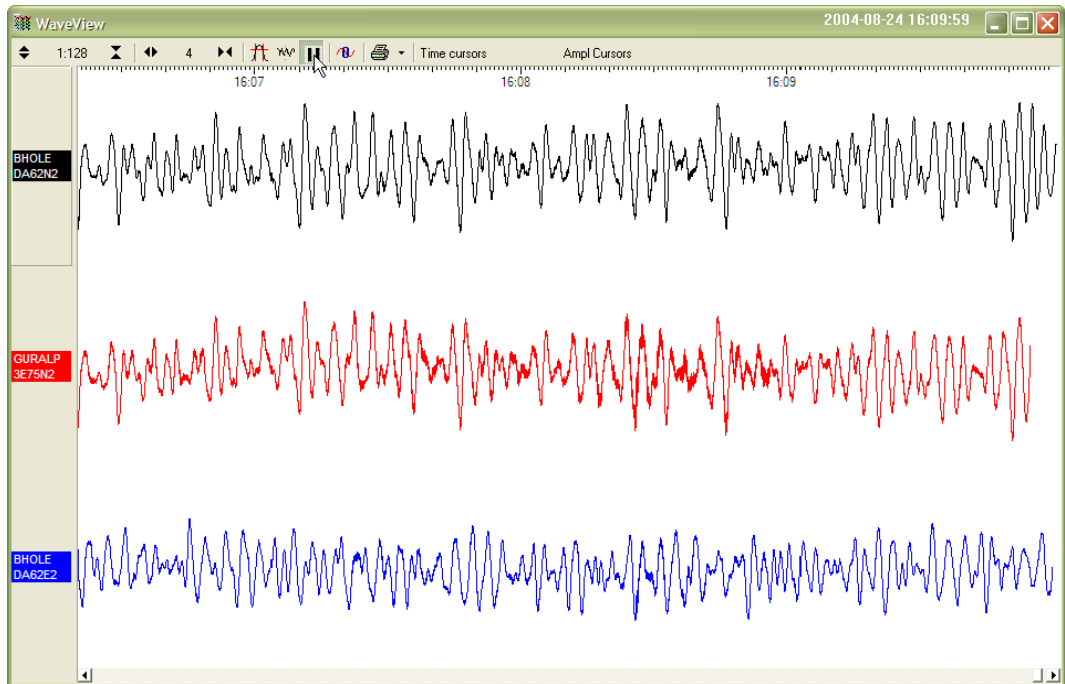

Рис. 2-4 Окно Waveview – волновых форм
8. Для визуализации данных, выберите поток, а затем двойным щелчком откройте окно Waveview – волновых форм (пример окна на Рис. 2-4).